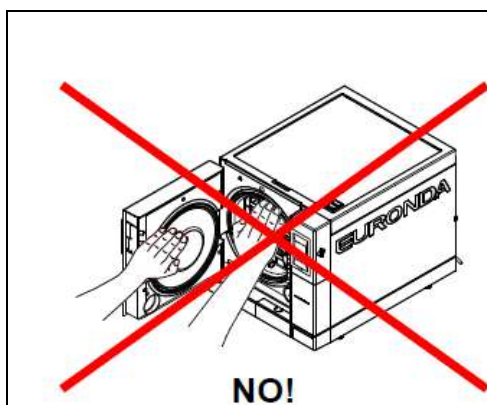

Fig. 3.4-1
Il manuale è strutturato in capitoli e sottocapitoli; le figure sono numerate come il capitolo cui fanno riferimento, con l'aggiunta di un numero progressivo. Es. Fig. 3.4-1 (figura n°1 relativa al cap. 3.4).
1. Quando lo sterilizzatore ha terminato di eseguire il ciclo di sterilizzazione e si apre lo sportello per estrarre gli strumenti sterilizzati, la parte interna della caldaia e la parte interna dello sportello sono ancora molto calde. Queste non devono essere toccate direttamente per evitare scottature (Fig. 3.4-1). Utilizzare l'apposito attrezzo estrattore (vedi cap. 3.3 "Dispositivi di sicurezza").